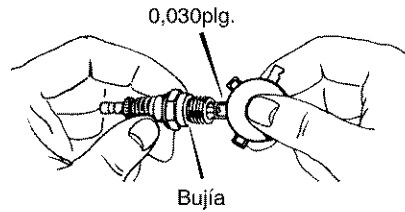

Figura 56
2. Revise el **entrehierro de la bujía** usando una **lámina calibradora** y restablezca el entrehierro a 0,030 plg. si fuera necesario. Vea la Figura 56.